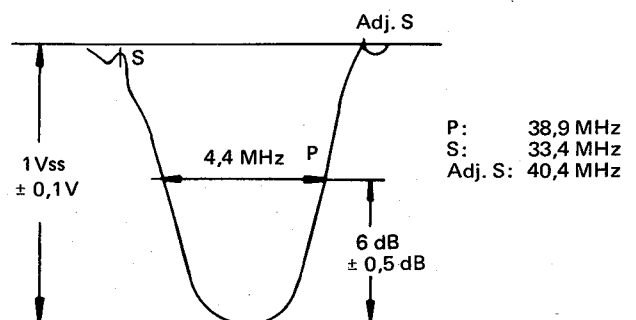

Abb. 2
- 9) Den T101 auf der Tuner-Seite und den T201-Kern wie in Abb. 2 gezeigt, einstellen.